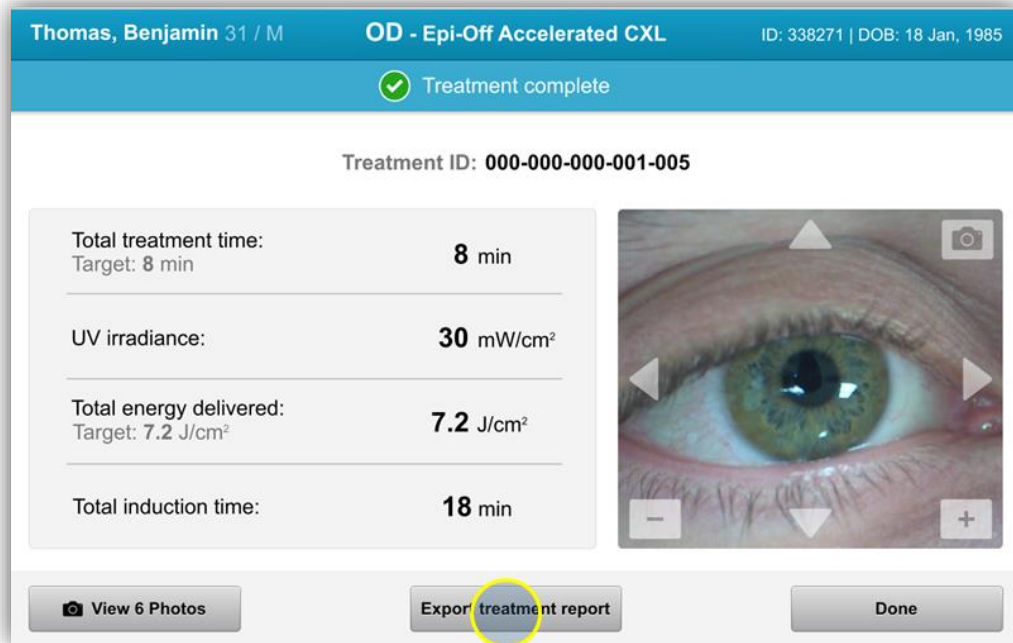

Figura 3-40. Esportazione del rapporto di trattamento
- Selezionare “Export treatment report” (Esporta rapporto di trattamento), come mostrato nella Figura 3-40, per salvare il rapporto su una chiavetta USB.